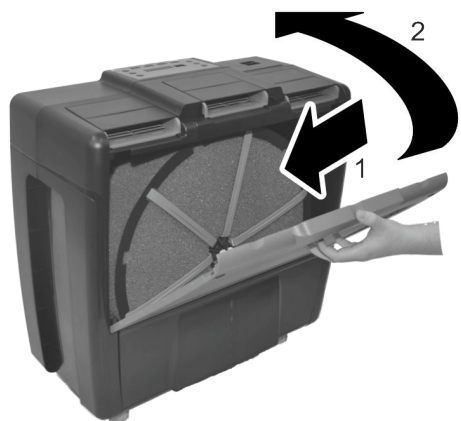

Abb. 19: Ausblasgitter schließen
4. ➔ Ausblasgitter in die Führungen stecken (Abb. 19/1) und an das Gerät drücken (Abb. 19/2).